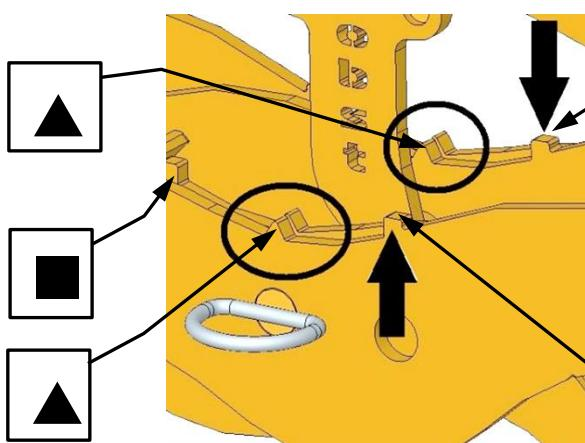

Abb. 2
- Nachdem der Greifbereich eingestellt wurde, muss das Gerät wieder mit dem Steckbolzen mit Klappsplint (8) bzw. mit Steckbolzen (6) gesichert werden.
- Für diesen Greifbereich müssen die Viereck ■-Kennzeichnungen an den Greifarmen (in der Mitte des Gerätes) **deckungsgleich** sein (Abb. 2) und am Verriegelungshaken (2) muss die Viereck ■-Kennzeichnung über dem Steckbolzen mit Klappsplint (8) positioniert werden (Abb. 3).
- Um die Greifbereichseinstellung vorzunehmen, wird der Steckbolzen (6) sowie der Steckbolzen mit Klappsplint (8) entfernt.